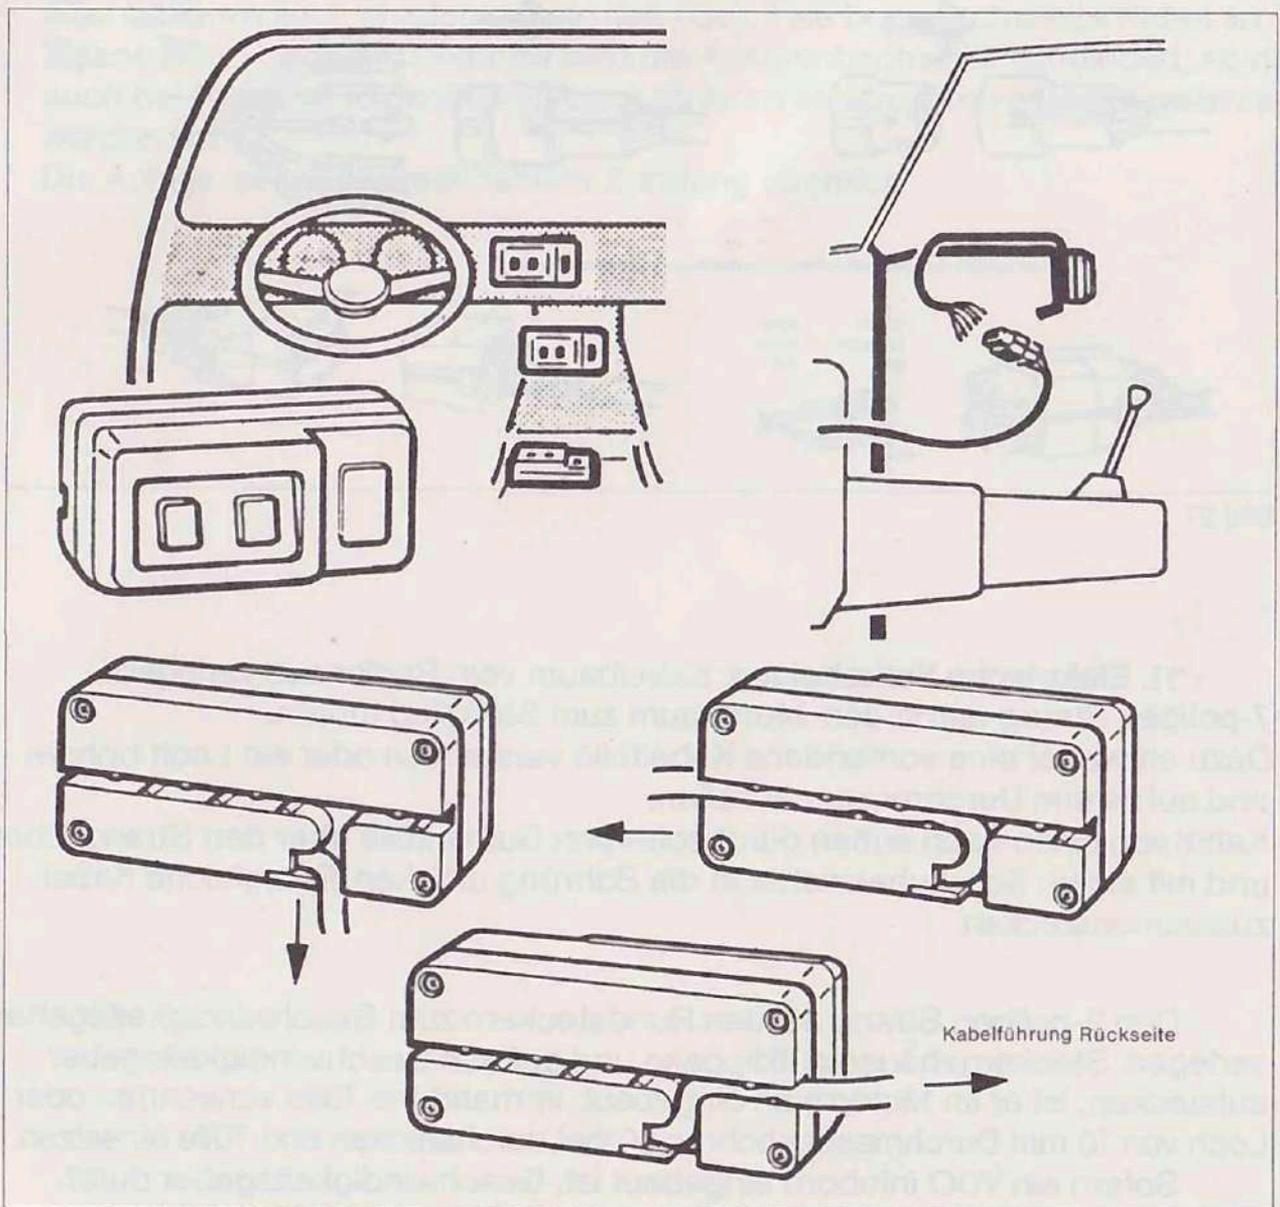

Bild 26
**10. Montage der Bedieneinheit.** Die Bedieneinheit ist so anzubringen, daß der Fahrer sie gut erreichen kann. Sie wird auf einer gesäuberten fettfreien Stelle mit Klebeplättchen befestigt. Das Kabel der Bedieneinheit ist entsprechend der Montagestelle individuell zum Regler zu führen (Bild 26).